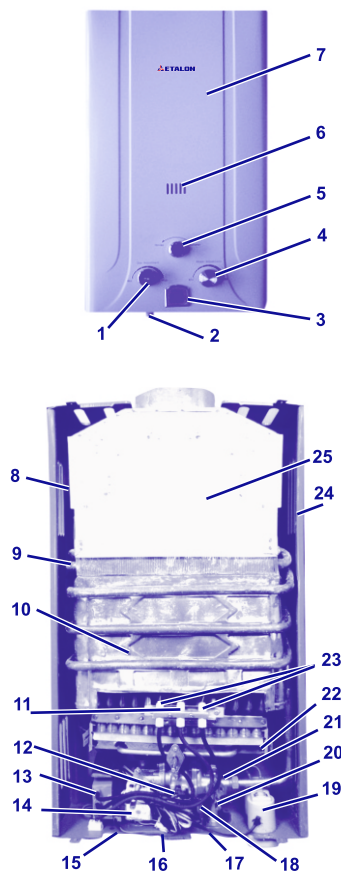

Рис. 1.
Составные части изделия, поясняющие принцип устройства ГПВН и требующие технического обслуживания во время эксплуатации, показаны на Рис. 1.
- 21 - водогазовый узел (см. Рис.1) предназначен для включения ГПВН и обеспечения регулирования температуры воды и расхода газа. Узел состоит из двух регуляторов: водяного и газового. Конструкция регулятора водяного обеспечивает доступ газа к основной горелке только при наличии протока воды, одновременно обеспечивая срабатывание электромагнитного клапана (см. Рис. 1.2). Конструкция газового регулятора является частью газовой арматуры, регулирующей подачу газа между газовой сетью и горелкой;
Конструкция и принцип работы ГПВН с принудительным отводом выхлопных газов аналогична ГПВН с естественным отводом выхлопных газов. Отличие заключается в следующем: вместо газоотводящего устройства - 25 (см. Рис.1) установлен.